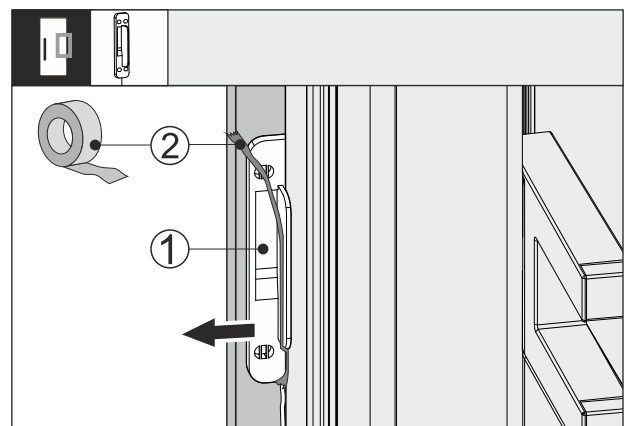

Fig. 64
- ▶ Løsne teipen Fig. 64 (2) fra bankesensoren Fig. 64 (1).